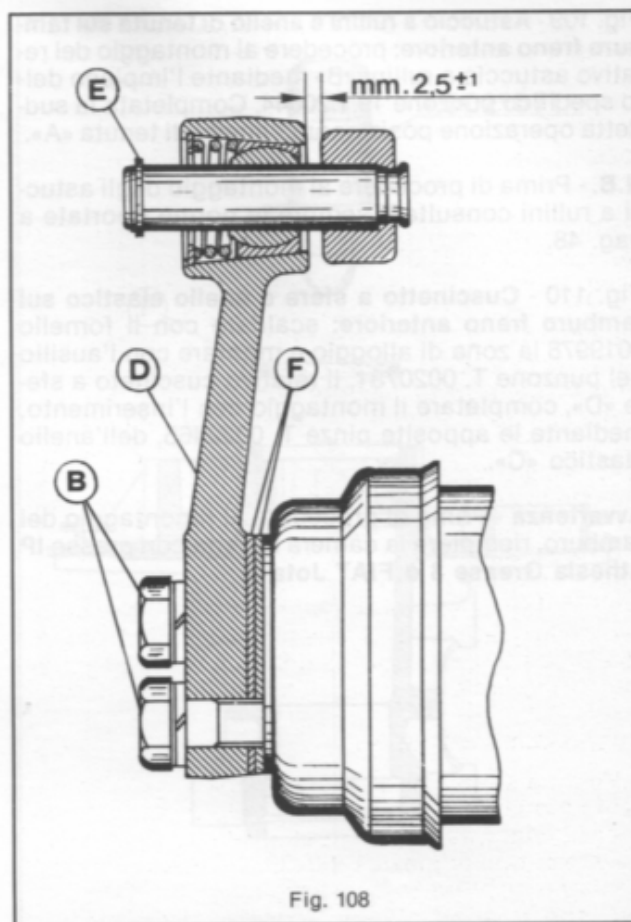

Fig. 108
Inserire la cremagliera «P» (completa di leva comando sterzo «D» e anello elastico di ritegno «E» (fig. 108) fino a farla sporgere dalla parte opposta di  $70 \div 72$  mm., tenendo presente che con questo posizionamento il volante deve trovarsi orientato per una guida rettilinea del veicolo come indicato in fig.; se ciò non si verifica sfilare nuovamente la cremagliera, agire sul volante (rotazione di uno o più denti) e reinserire nuovamente la cremagliera fino a realizzare l'orientamento del volante sopra descritto. Analogamente al volante allineare la ruota anteriore del veicolo nella posizione di marcia rettilinea; posizionare la leva di comando sterzo «D» interponendo (fra tubo sterzo e la leva di comando) le rondelle «F» che sono state rimosse all'atto dello smontaggio e bloccare la leva «D» con i 3 bulloni «B» (coppia di bloccaggio  $30 \div 35$  Nm.  $3 \div 3,5$  Kgm.).
**Avvertenza** - Dopo il bloccaggio della scatola sterzo **controllare sempre**, se sono stati sostituiti particolari ad esempio telaio, tubo sterzo, scatola sterzo ecc. o se sono state effettuate operazioni di riparazione alla cabina, **che la quota fra cremagliera e leva di comando sia di 2,4 ÷ 2,6 mm.** come indicato in fig. 108 altrimenti, a seconda della necessità, togliere o aumentare una delle rondelle «F» (fig. 108) fino ad ottenere la quota prescritta.